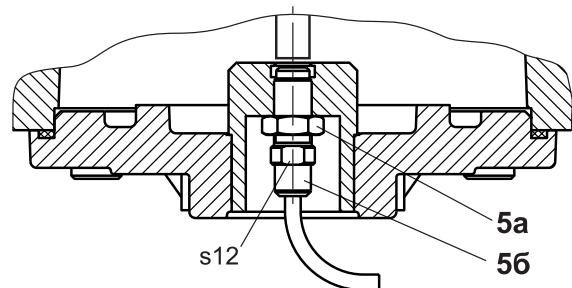

Рис. 9
- отверните контргайку 5а на корпусе 5б датчика положения (см. рис. 9);